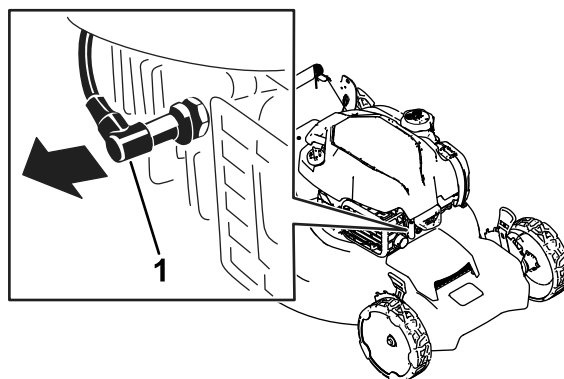

Figura 22
2. Scollegate il cappellotto dalla candela (Figura 22).